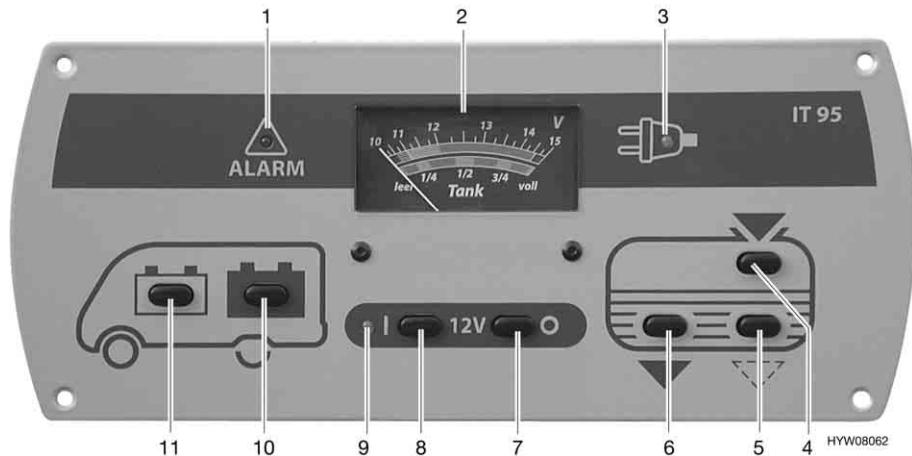

Bild 42 Panel (IT 95)
Der 12-V-Hauptschalter (Bild 42,7 und 8) schaltet das Panel und die 12-V-Versorgung des Wohnraums ein und aus.
- Schalter (Bild 42,8) drücken "I": Die 12-V-Versorgung des Wohnraums ist eingeschaltet. Die Kontroll-Leuchte (Bild 42,9) leuchtet grün.
- Schalter (Bild 42,7) drücken "O": Die 12-V-Versorgung des Wohnraums ist ausgeschaltet. Die Kontroll-Leuchte (Bild 42,9) erlischt.
Beim Anzeigeinstrument V/Tank (Bild 42,2) die obere Skala beachten. Das Anzeigeinstrument wird automatisch beleuchtet, sobald ein Schalter gedrückt wird.
- Schalter (Bild 42,11) drücken "": Die Batteriespannung der Starterbatterie wird angezeigt.
- Schalter (Bild 42,10) drücken "": Die Batteriespannung der Wohnraumbatterie wird angezeigt.
Beim Anzeigegerät V/Tank (Bild 42,2) die untere Skala beachten. Das Anzeigegerät wird automatisch beleuchtet, sobald ein Schalter gedrückt wird.
- Schalter (Bild 42,4) drücken "": Die Wassermenge wird angezeigt.
- Schalter (Bild 42,6) drücken "": Die Abwassermenge wird angezeigt.
Die rote Warnleuchte "ALARM" (Bild 42,1) blinkt, sobald die Spannung der Wohnraumbatterie 11 V (Messung im laufenden Betrieb) unterschreitet und damit Tiefentladung droht.
Die 12-V-Kontroll-Leuchte (Bild 42,9) leuchtet, wenn der 12-V-Hauptschalter (Bild 42,8) eingeschaltet ist.
Die gelbe 230-V-Kontroll-Leuchte (Bild 42,3) leuchtet, wenn am Eingang des Elektroblocks Netzspannung vorhanden ist.